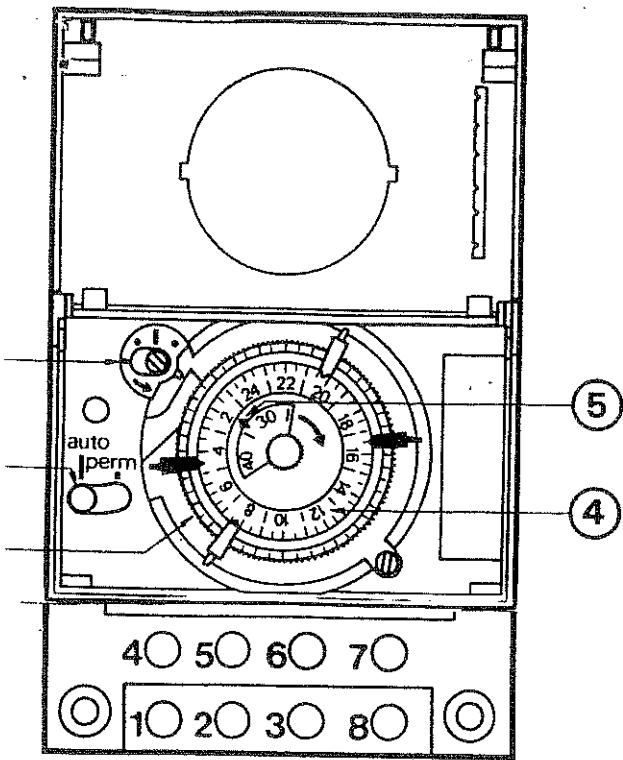

fig. 1
## 2 — description (fig. 1)
### commande automatique (figure 1)
- figure 1 : placez le commutateur sur la position "2" (c'est l'horloge extérieure qui pilotera les périodes confort).
- pour une température économique de jour ou de nuit, en cas d'absence, placez le commutateur (figure 1 ou 2) sur la position "2".
Pour les locaux inoccupés pendant une longue période. Placez le commutateur (figures 1 ou 2) sur la position "1". Une température pré-réglée de 8°C sera maintenue.